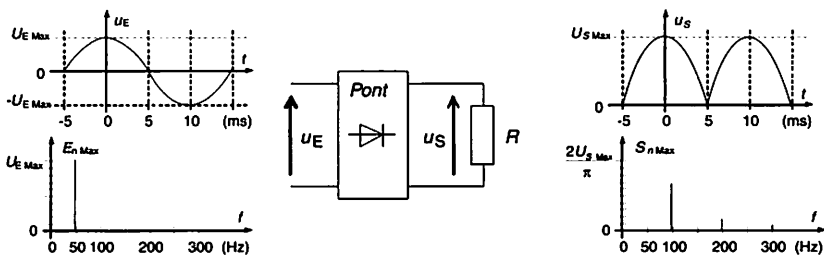

Figure 1.5 Redresseur double alternance alimenté par une tension sinusoïdale
**Exemple :** Redresseur double alternance alimenté par une tension sinusoïdale (Fig. 1.5).